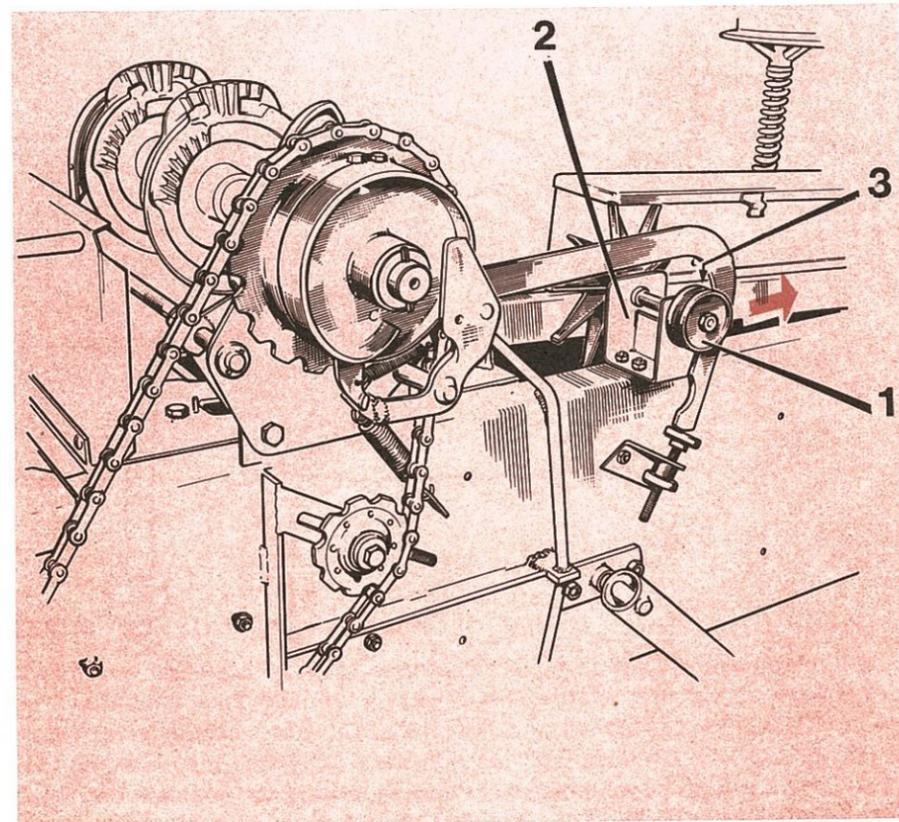

FIG. 44
(FIG. 44)
Un patinage éventuel du galet (1) se supprime en déplaçant son support (2) vers l'arrière de la machine (voir fig. 44) des lumières de réglage étant prévues à cet effet.